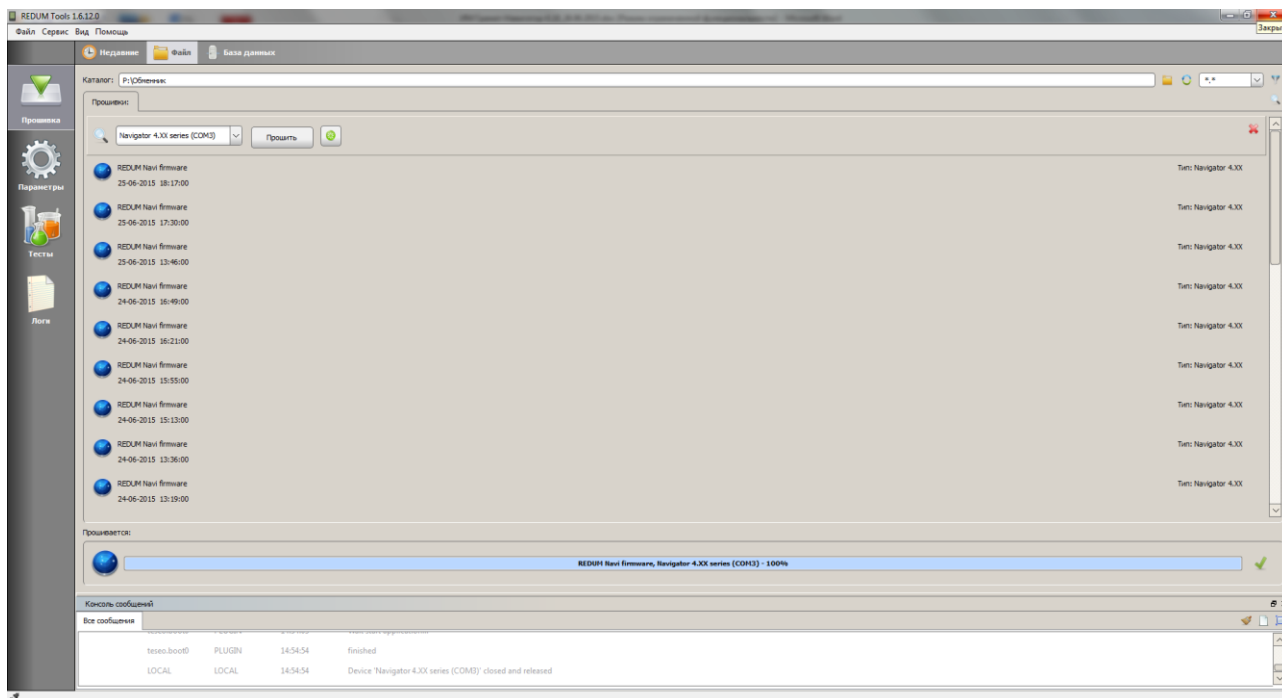

Рисунок 1 – Закладка «Прошивка»
- на ПК запустить программу «REDUM Tools», перейти на закладку «Прошивка», рисунок 1.